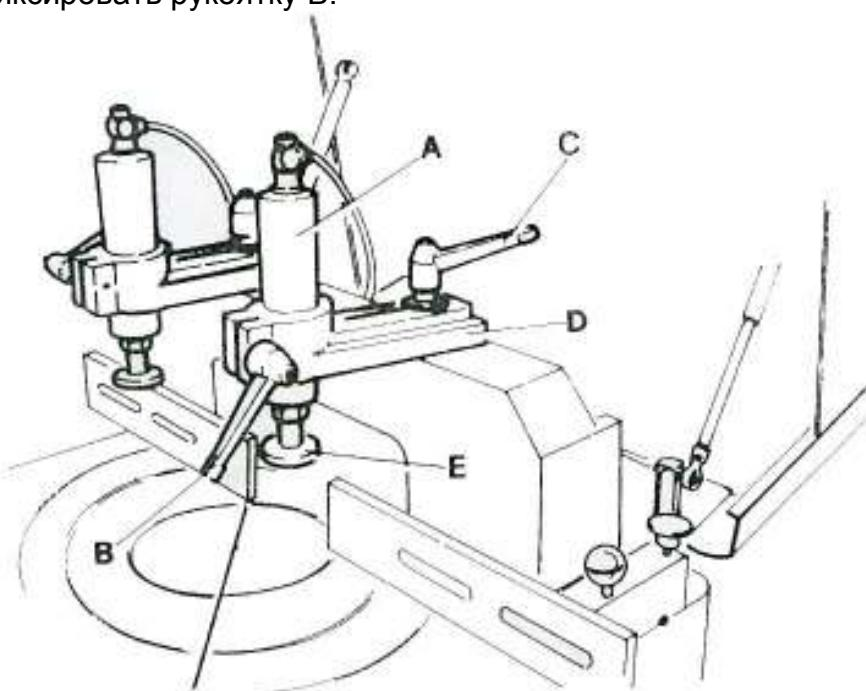

Рис. 5
5.2 Настройка запорного цилиндра (Рис. 5)
- На рис. 5: А – ограждение, В – магнитный выключатель, С – магнит. Во время работы станка ограждение должно быть закрыто. При открытии ограждения срабатывает магнитный выключатель и станок останавливается.